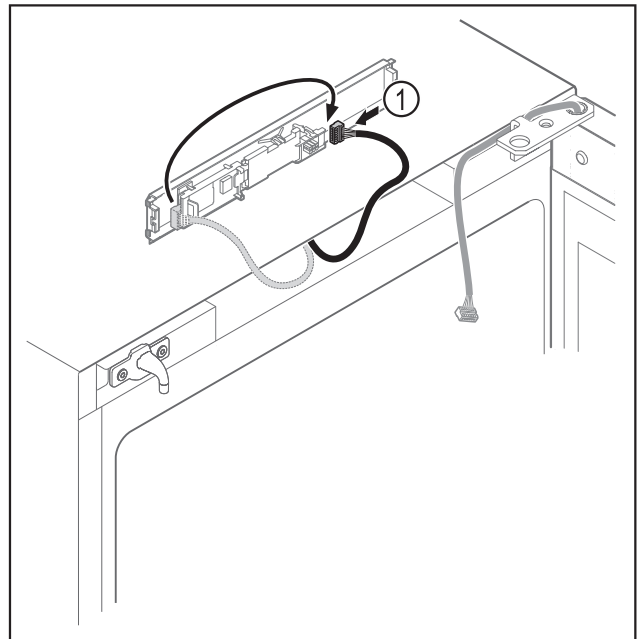

Fig. 13
- ▶ Aseta pistoke Fig. 13 (1) levyyn toiseen kohtaan.